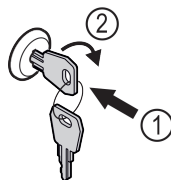

Fig. 152 Atvaizdo pavyzdys
- Įspauskite raktą Fig. 152 (1).
- Pasukite raktą 90° pagal laikrodžio rodyklę Fig. 152 (2).